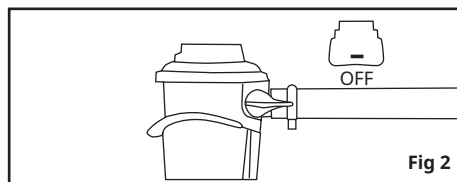

Fig 2
- Comprueba asimismo que el mando está cerrado (verás un rectángulo rojo en el mismo mando con el texto "OFF") (Fig 2).